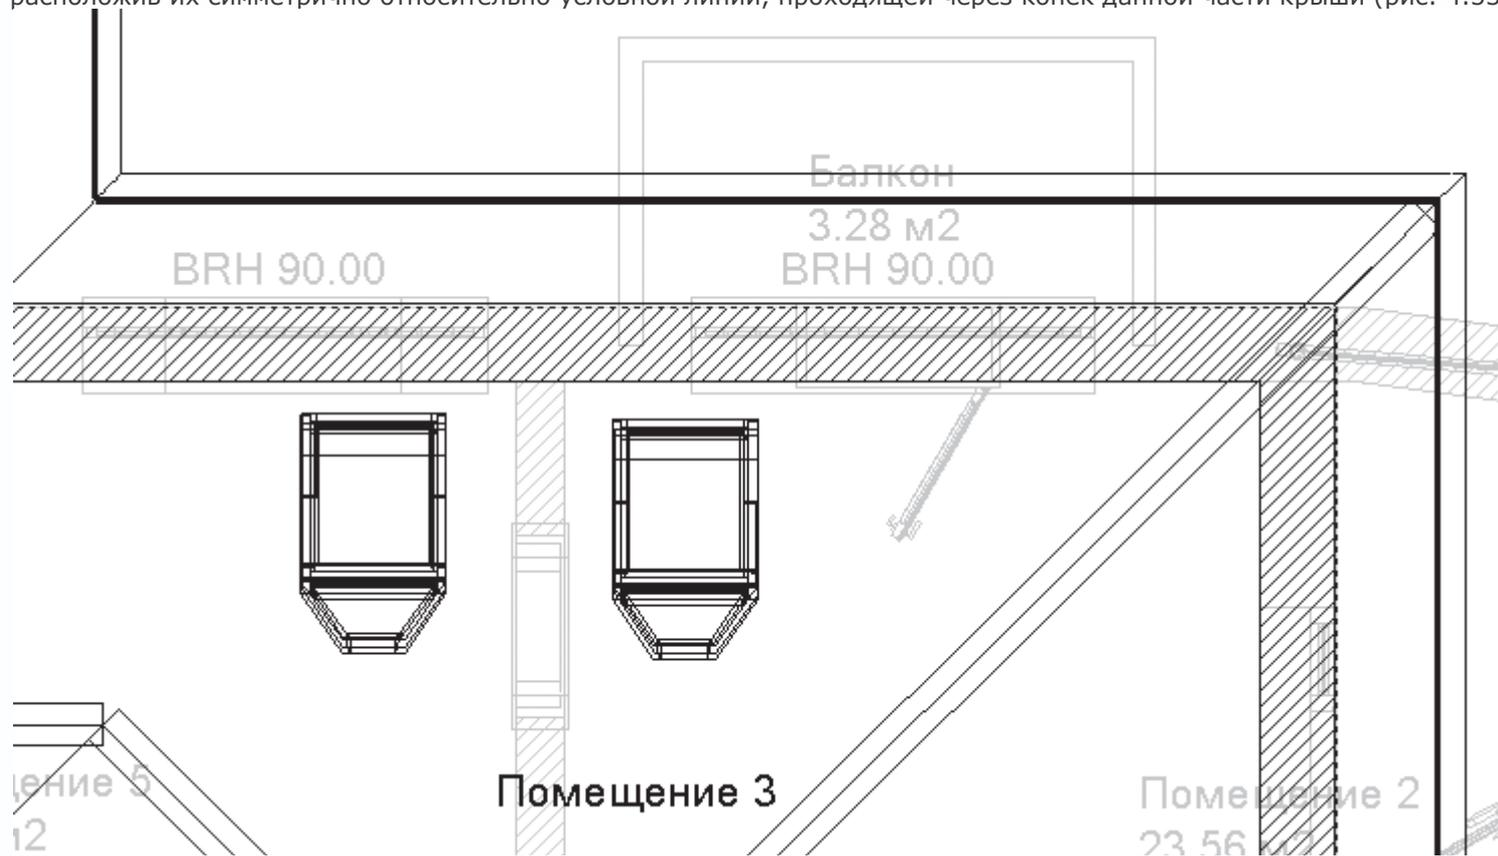

Рис. 4.53. Мансардные окна усовершенствованного типа на чертеже
4. Переведите указатель на северную сторону ближе к восточному крылу дома. Создайте два окна данного типа, расположив их симметрично относительно условной линии, проходящей через конек данной части крыши (рис. 4.53).